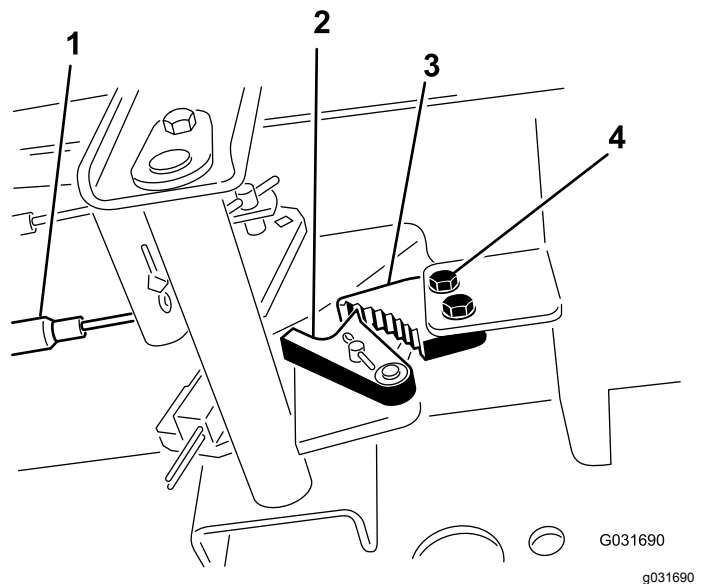

Figura 53
1. Afloje los 2 tornillos que fijan el trinquete del freno de estacionamiento al bastidor (Figura 53).
2. Pise el pedal del freno de estacionamiento hacia adelante hasta que la uña se engancha a fondo en el trinquete del freno (Figura 53).